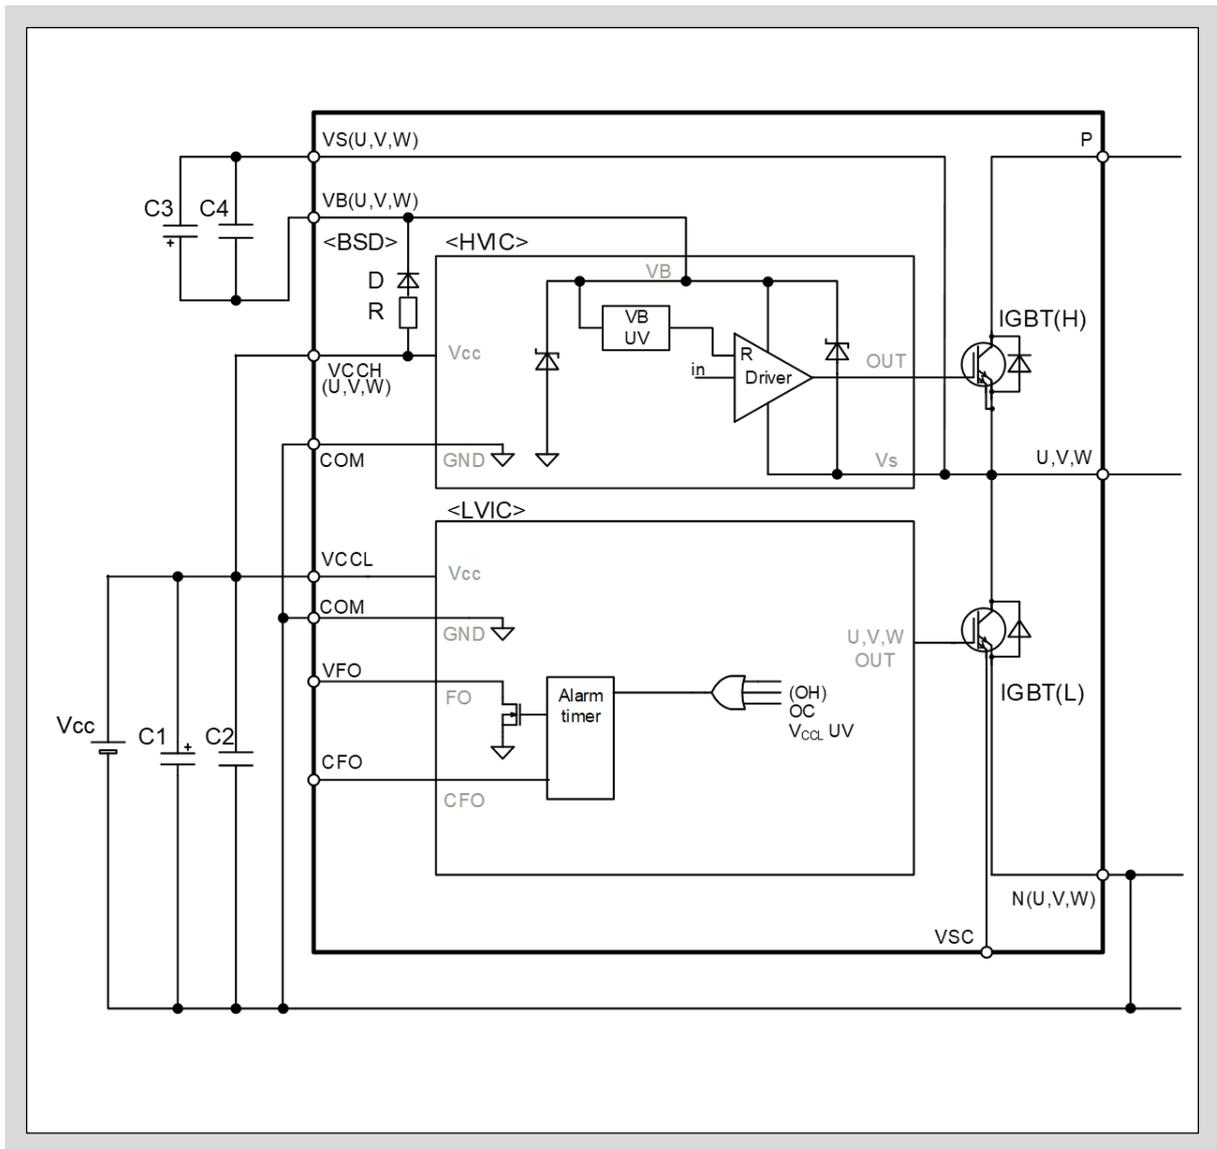

图3-4 上桥驱动电源  $V_{B(*)}$  的欠压保护电路
- 图3-4是上桥驱动电源引脚  $V_{B(U,V,W)}$ - $V_S(U,V,W)$  间电压  $V_{B(*)}$  的欠压 (UV) 保护电路示意框图。
- 如图3-4所示,  $V_{B(U,V,W)}$ - $V_S(U,V,W)$  和  $V_{B(U,V,W)}$ -COM 引脚间通过二极管连接。这些二极管是为了保护本产品免受浪涌电压影响而内置的。如果将其作为稳压管使用,可能会导致本产品损坏,因此请不要将其作为稳压管用于电压钳位。